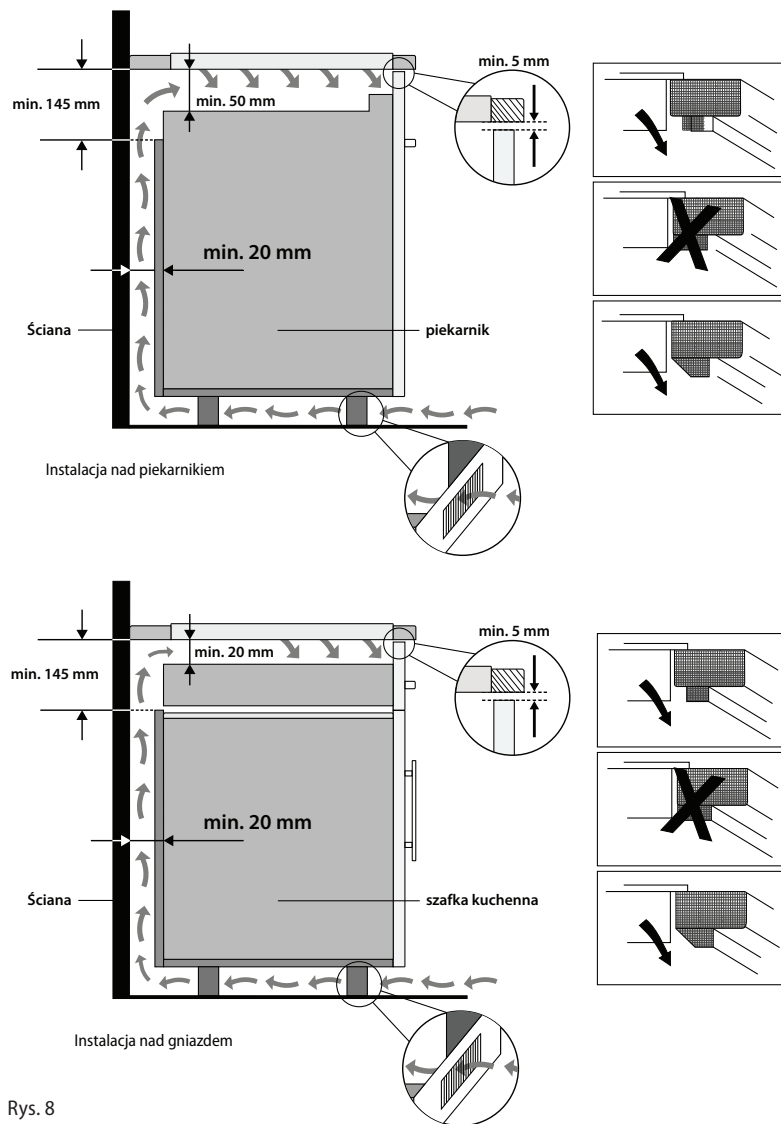

Rys. 7
- Urządzenie jest przeznaczone do zainstalowania w typowej zabudowie kuchennej przeznaczonej do urządzeń zabudowywanych albo w odpowiednio dostosowanych meblach o wymiarach pokazanych na Rys. 7.
2. Wymagane wymiary do wykonania wycięcia o minimalnej grubości 38 – 40 mm w blacie, który musi być wyprodukowany z odpornych termicznie materiałów, są przedstawione na Rys. 7.